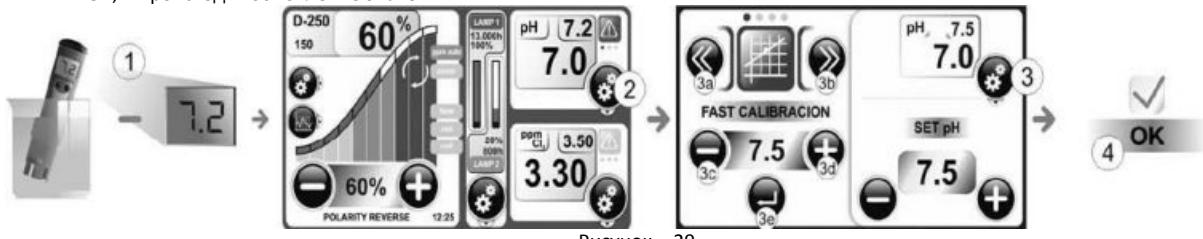

Рисунок 29
- Нажмите кнопку SETPOINT [2]. (Рисунок 29).